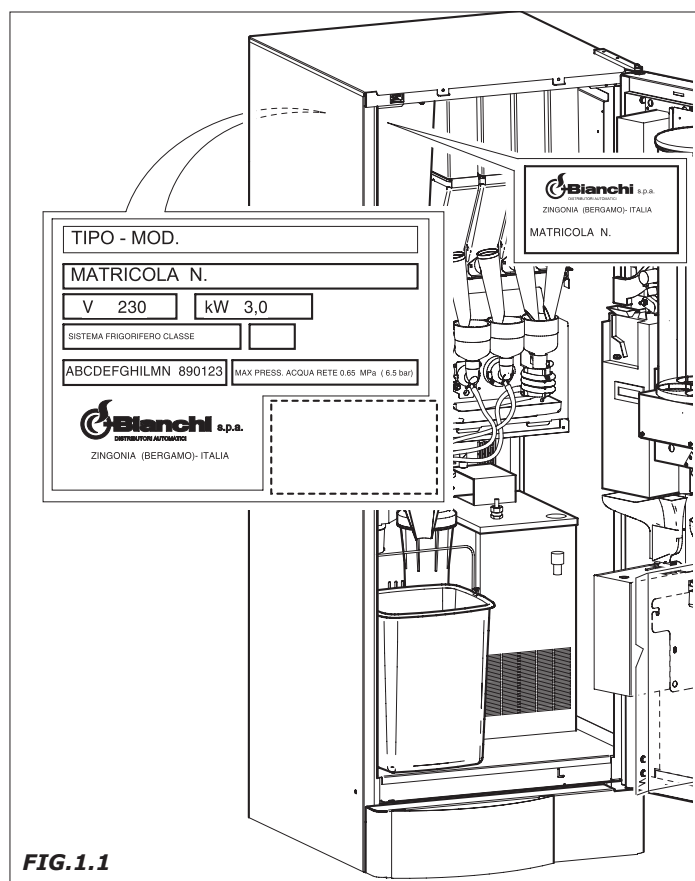

FIG.1.1
- i dati riportati sulla matricola (Fig.1.1)